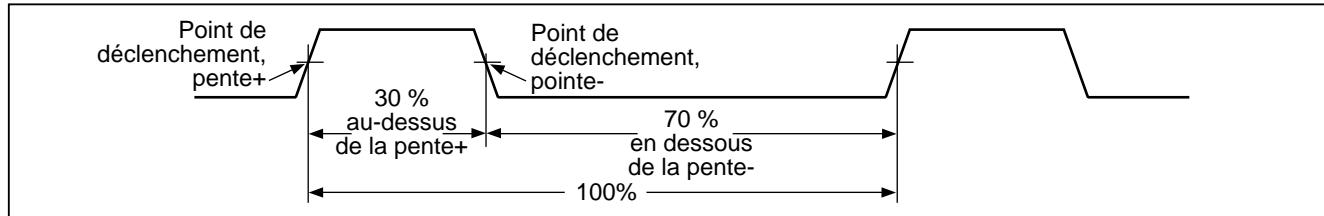

Figure 8. Composants des mesures de rapport cyclique
Pour mesurer la fréquence, connectez le multimètre à la source du signal ; puis appuyez sur  . La pression de  permet de basculer la pente du déclenchement entre + et - comme cela est indiqué par le symbole à gauche de l'affichage (reportez-vous à la figure 8 sous « Mesure du rapport cyclique »). La pression de  permet d'arrêter et de démarrer le compteur.
Le rapport cyclique (ou facteur de forme) indique le pourcentage du nombre de fois qu'un signal est au-dessus ou en dessous d'un niveau de déclenchement pendant un cycle (Figure 8). Le mode de rapport cyclique est optimisé pour mesurer les intervalles actifs ou inactifs des signaux de commutation ou des signaux logiques. Les systèmes d'injection carburant électroniques et les alimentations à découpage notamment sont contrôlées par des impulsions de largeur variante qui peuvent être vérifiées par une mesure de rapport cyclique.
2. Appuyez sur  une deuxième fois pour mesurer le rapport cyclique du signal. Appuyez sur  pour mesurer l'impulsion négative ou positive du signal. (Reportez-vous à la figure 8.)